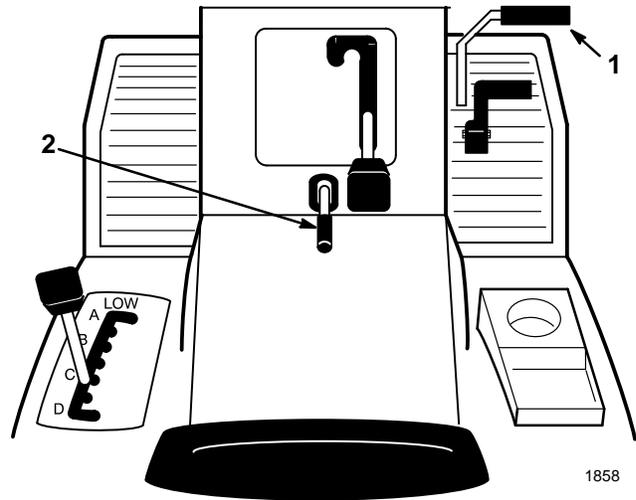

Abbildung 2
1. Das Bremspedal (Abb. 2) herunterdrücken und in gedrückter Position halten.
2. Den Feststellbremsenhebel (Abb. 2) hochziehen und langsam den Fuß vom Bremspedal nehmen. Das Bremspedal sollte in gedrückter (gesperrter Position) bleiben.
1. Das Bremspedal herunterdrücken (Abb. 2). Der Feststellbremsenhebel sollte sich lösen.